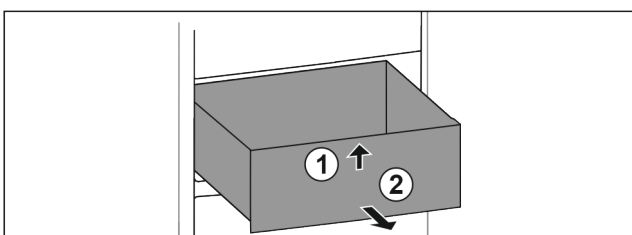

Fig. 16
- ▶ Aan voorzijde optillen Fig. 16 (1).
- ▶ Er naar voren toe uitnemen Fig. 16 (2).